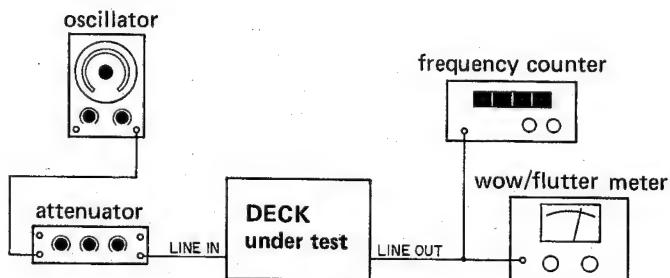

Fig. 4-7
1. Connect a frequency counter to either one of LINE OUT jacks. Refer to fig. 4-7.
1. 周波数カウンタを LINE OUT ジャックのいずれかに接続する (図4-7参照)
1. Connect a wow and flutter meter to the deck as shown in fig. 4-7.
1. 図4-7の如くワウ・フラッタ・メータをデッキに接続する。